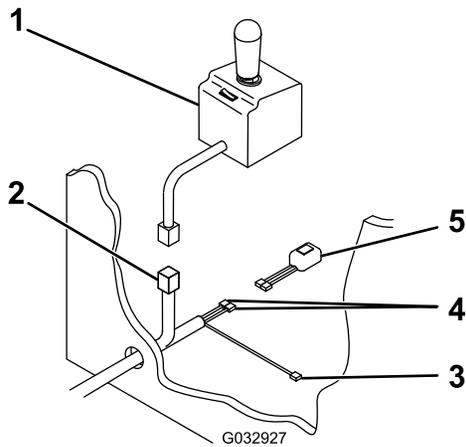

Bild 16
- Ziehen Sie den Anschluss des Schneeschild-Steuergeräts, das schwarz/rote Kabel und die zwei schwarzen Kabel durch das Loch in der Spritzwand in die Fahrzeugkabine (Bild 16).
12. Schließen Sie die zwei schwarzen Kabel am Scheinwerferkippschalter an (Bild 16).